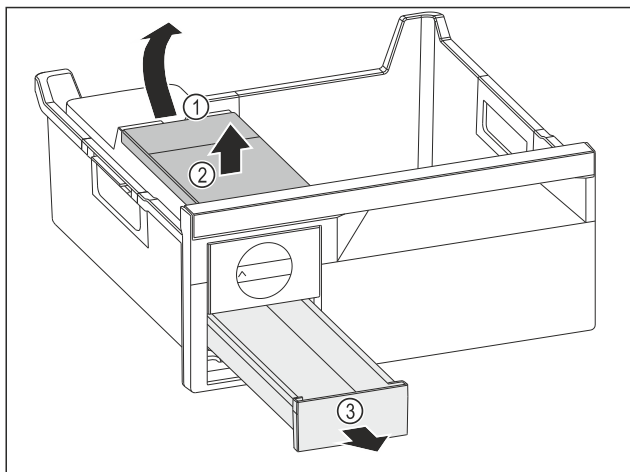

Fig. 143
- ▶ Udtagning af vandtank: Løft vandtanken i udsparringen Fig. 143 (1).
- ▶ Tag vandtanken Fig. 143 (2) op og ud.
- ▶ Tag isterningseskuffen Fig. 143 (3) frem og ud.